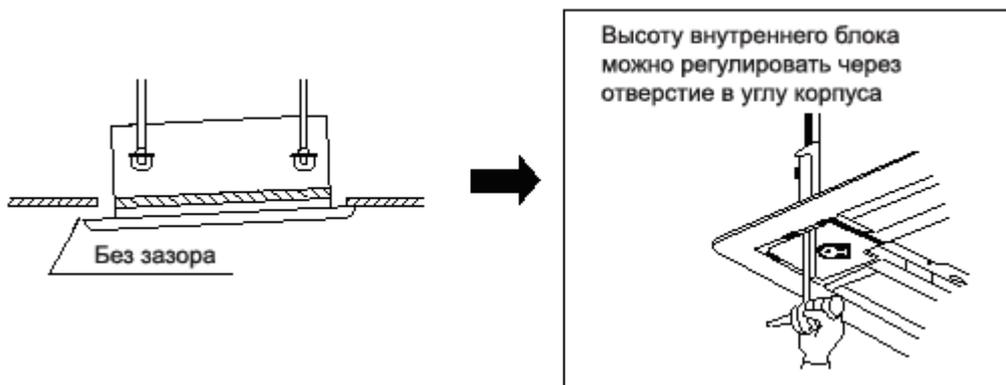

Рис.6
2. Если после полного ввинчивания винтов между лицевой панелью кондиционера и подвесным потолком еще остался зазор, отрегулируйте высоту подвеса внутреннего блока (рисунок 6).